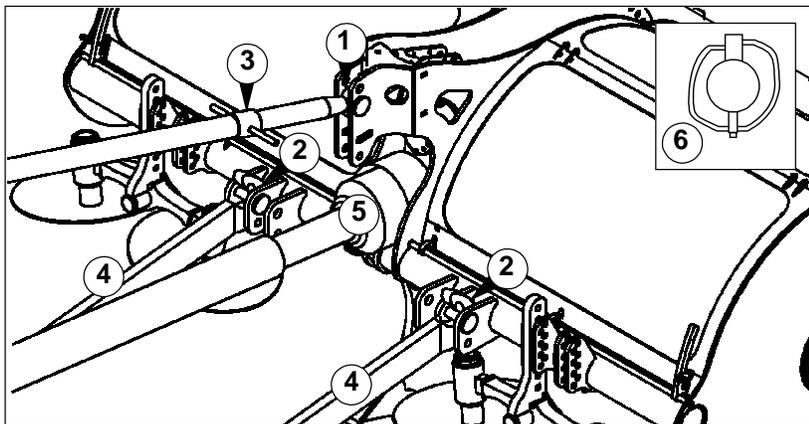

Fig. 10 - Attacchi ai tre punti
- 1) dopo avere avviato il trattore portare lo stesso, in retromarcia, fino ad accostarsi agli attacchi dei tre punti della macchina con il tenditore (1 Fig. 10) e con le barre posteriori del trattore (4 Fig. 10).
- 3) inserire i due perni (2 Fig. 10) nei relativi fori e bloccare i perni con le copiglie a scatto (6 Fig.10).
- 4) collegare il terzo punto superiore (1 Fig. 10) al tenditore del trattore e bloccare con relativo perno e copiglia a scatto (6 Fig. 10), eventualmente regolare la lunghezza del tenditore tramite il manicotto (3 Fig. 10);
- 6) spegnere il trattore e registrare il tenditore (3 Fig. 10), portando la macchina il più possibile in posizione orizzontale al terreno;
- 8) bloccare le barre inferiori del trattore (4 Fig. 10), per evitare che la macchina oscilli lateralmente, compromettendo la stabilità trasversale dell'intera attrezzatura.